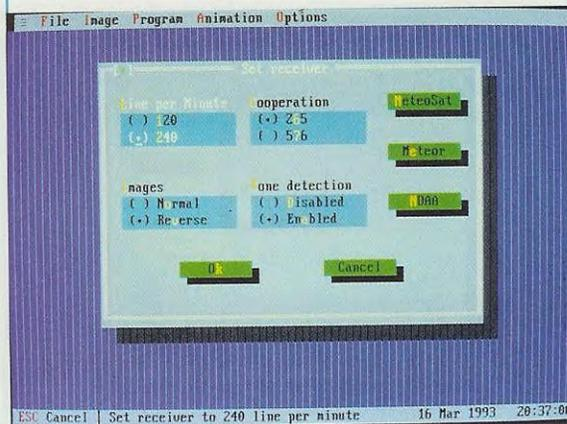

Fig.8 Premendo Alt O e Receiver potrete selezionare il satellite Meteosat oppure i Polari NOAA o MET.
**Receiver** = Serve per selezionare il tipo di satellite da cui vogliamo ricevere. Premendo la lettera **M** il programma si predispose per captare le immagini del satellite **Meteosat**, premendo la lettera **E** il programma si predispose per captare le immagini dei satelliti **Polari russi**, mentre premendo la lettera **N** il programma si predispose per captare le immagini dei satelliti **Polari americani** di tipo NOAA (vedi fig. 8).
Quando siete nel menu principale, per compiere questa operazione premete i tasti **Alt O**, poi il tasto **R = Receiver** e vedrete apparire la pagina di fig.8.
Per i soli satelliti **polari**, se sappiamo già che il satellite giungerà con un'orbita **discendente** oppure **ascendente**, potrete far apparire sul monitor l'immagine **diritta** o **rovesciata**, premendo la lettera **I = Images** e portandovi col cursore su una delle due righe, cioè **Normal** o **Reverse** (vedi fig. 8).
Quando sul monitor appare il menu principale pigiate i tasti **Alt O**, poi il tasto **R** (riga Receiver) e vedrete apparire la pagina di fig.8.